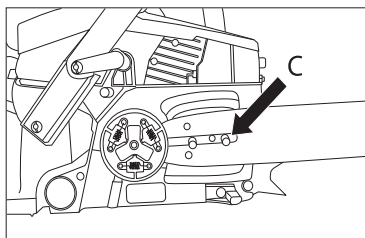

Рис. 6
4. Установите штангу так, чтобы ее паз совпал с обоими болтами (С) (рис. 6).